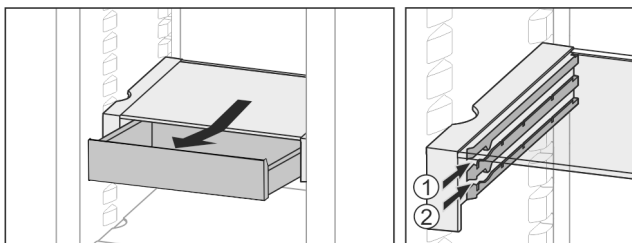

Fig. 26
- ▶ Tolja be tetszőleges magasságban, Fig. 26 (1) vagy Fig. 26 (2).